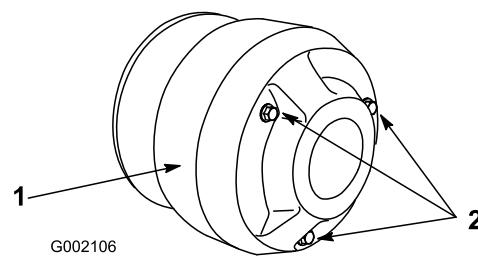

Figura 40
3. Retire os 3 parafusos que fixam a tampa à embraiagem e retire a tampa (Figura 40).